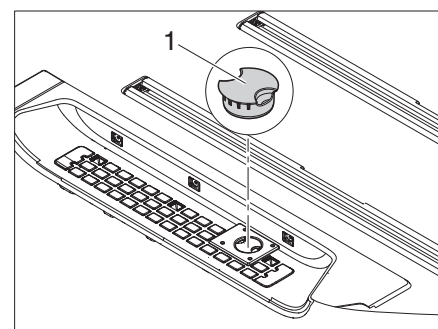

Figura 59 Encajar la caperuza protectora
- Coloque la caperuza protectora (Figura 59,1) en la salida de ventilación de gas liberada.